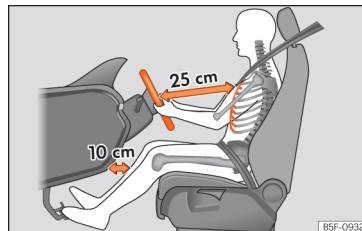

Abb. 3 Der richtige Abstand des Fahrers zum Lenkrad muss mindestens 25 cm (10 inch) betragen.
- Lenkrad so einstellen, dass der Abstand zwischen Lenkrad und Brustbein mindestens 25 cm [10 Zoll] beträgt »» **Abb. 3** und das Lenkrad mit beiden Händen und leicht gebeugten Armen seitlich am äußeren Rand festgehalten werden kann.
- Fahrersitz in Längsrichtung so einstellen, dass die Pedale mit leicht angewinkelten Beinen durchgetreten werden können und der Abstand zur Instrumententafel im Kniebereich mindestens 10 cm [4 Zoll] beträgt »» **Abb. 3.**